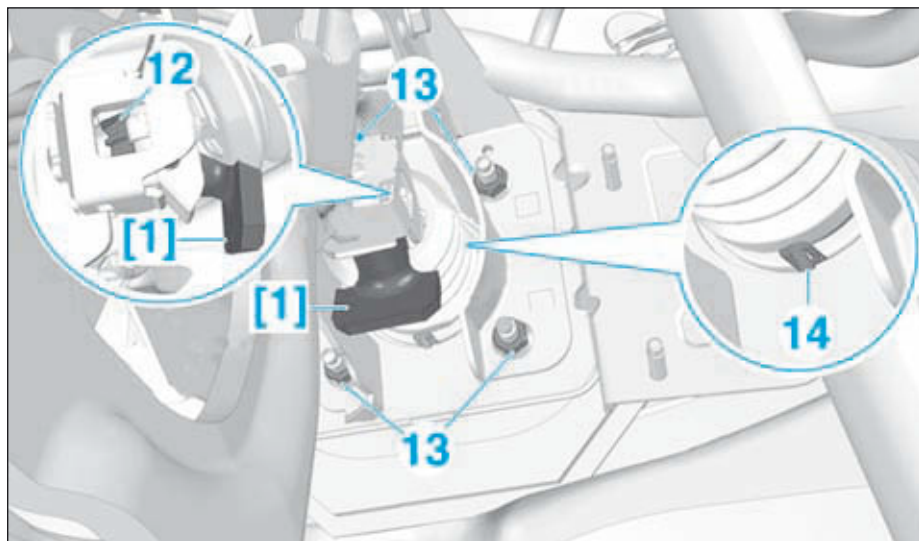

FIG.30
- Ecarter les languettes (12) à l'aide de l'outil [1] et tirer simultanément sur la pédale de frein afin de désaccoupler la pédale et le servofrein (Fig.30).
- les écrous (13),
- le pédalier en appliquant une légère pression sur les agrafes (14).